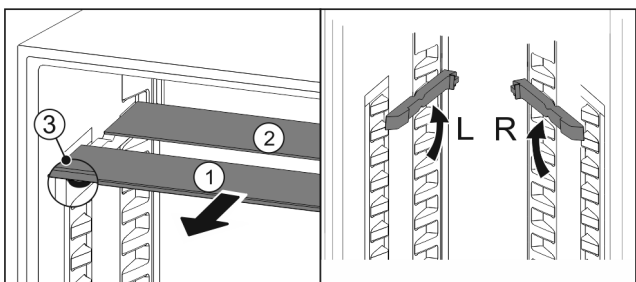

Fig. 24
- ▶ Steklene plošče posamično izvlecite Fig. 24 (1) naprej.
- ▷ Steklена plošča Fig. 24 (1) z okrasno letvijo je spredaj.
- ▷ Zaustavljalniki Fig. 24 (3) so obrnjeni navzdol.